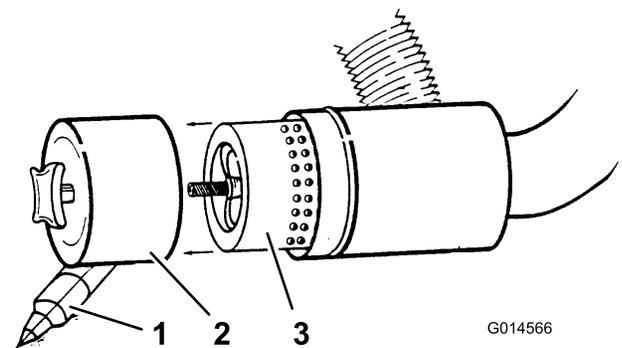

Figura 35
3. Retire y cambie el filtro (Figura 35).